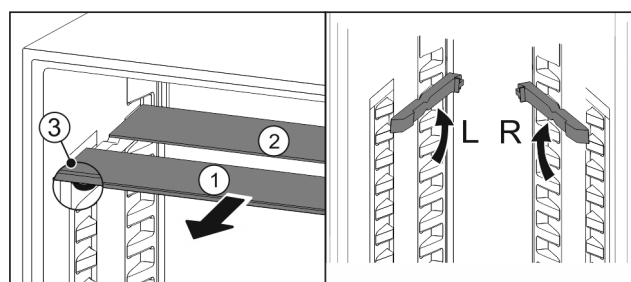

Fig. 20
- Glasplaten afzonderlijk vanaf de voorkant eruit trekken Fig. 20 (1).
- ▷ Glasplaat Fig. 20 (1) met sierlijst ligt voor.
- ▷ Stops Fig. 20 (3) zijn naar onder gericht.